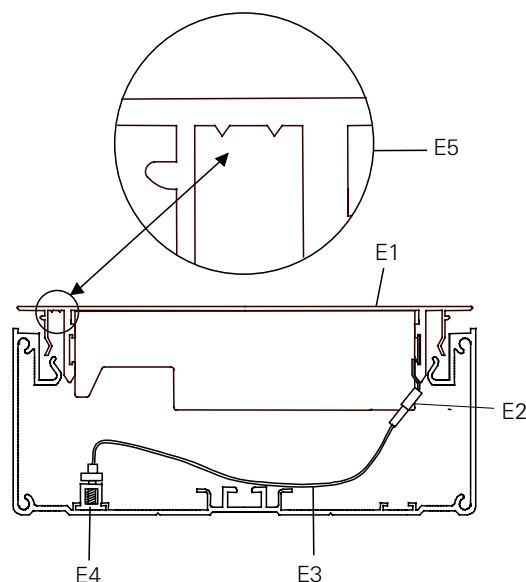

Bild 5: Einsetzen der Module
- Alle Abdeckungen und Module werden mit ihrer Aufsetzmarkierung linksseitig eingebaut (vgl. Bild 5).
Beim Einsetzen ist zu beachten, daß sich die rückseitige Aufsetzmarkierung (Doppellinie, E5) auf der linken Seite des Kanals befindet (Bild 5).